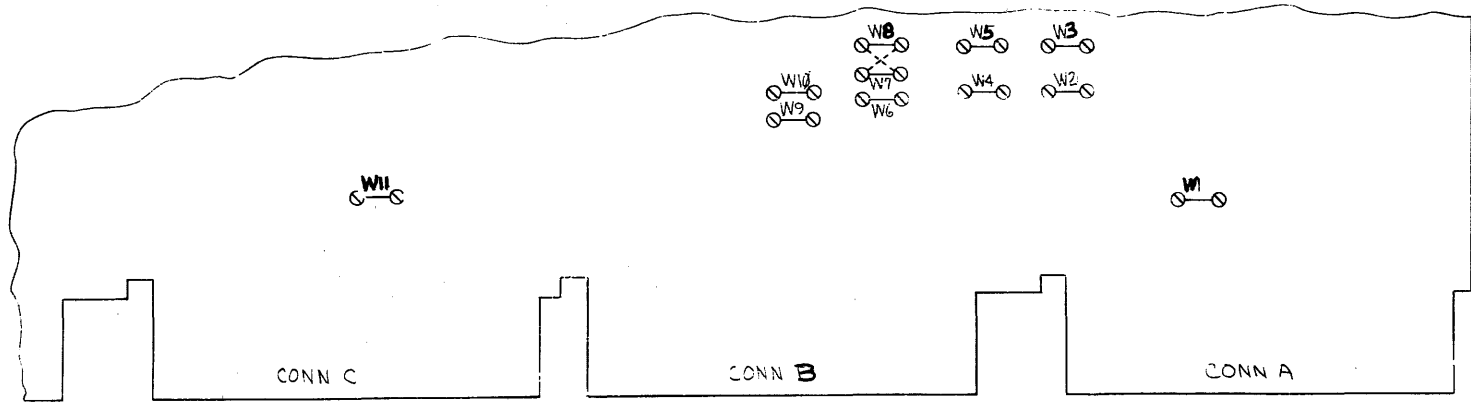

FIGURE 1
*4 FIGURE 1 SHOWS THE PHYSICAL LOCATION OF THE JUMPERS ON THE G110 IF THE MODULE WERE LYING ON THE PRINT WITH COMPONENTS UP AND CONNECTORS TOWARD BOTTOM OF PRINT W7 & W8 ARE AS SHOWN SCHEMATICALLY ON DEC G110 D 1